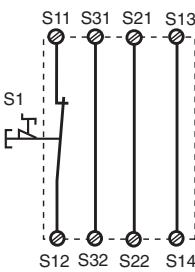
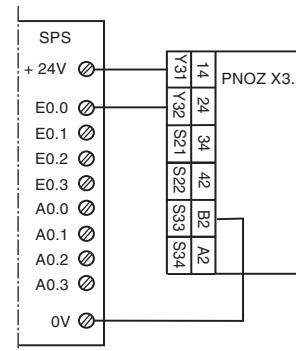

Fig. 2: Eingangskreis einkanalig, automatischer Start/Single-channel input circuit, automatic reset/Commande par 1 canal, validation automatique
Fig. 10: Anschlussbeispiel für Halbleiterausgang/Connection of semiconductor output/Câblage de la sortie statique
In Fig. 2 ... Fig. 10 sind Anschlussbeispiele für Not-Halt-Beschaltung mit automatischem und überwachtem Start, Schutztürsteuerungen sowie Kontaktvervielfachung durch externe Schütze.
- Fig. 2 und 7: **keine** Verbindung S33-S34. Das Gerät startet bei Spannungsabschaltung und -wiederkehr automatisch. Verhindern Sie einen unerwarteten Wiederaufstart durch externe Schaltungsmaßnahmen.
In Fig. 2 ... Fig. 10 are connection examples for Emergency Stop wiring with automatic and monitored reset. Safety gate controls as well as contact expansion via external contactors.
- Fig. 2 and 7: S33-S34 **not** connected. The device starts automatically after loss of power. You should prevent an unintended start-up by using external circuitry measures.
Les figures 2 à 10 représentent les différents câblages possibles du PNOZ X3.1 à savoir : poussoir AU avec réarmement automatique ou auto-contrôlé, interrupteurs de position et augmentation du nombre des contacts de sécurité par contacteurs externes.
- Fig. 2 et 7: **pas** de câblage sur S33-S34. L'appareil se réarme automatiquement après une coupure et une remise sous tension. Evitez tout risque de redémarrage par un câblage externe approprié.